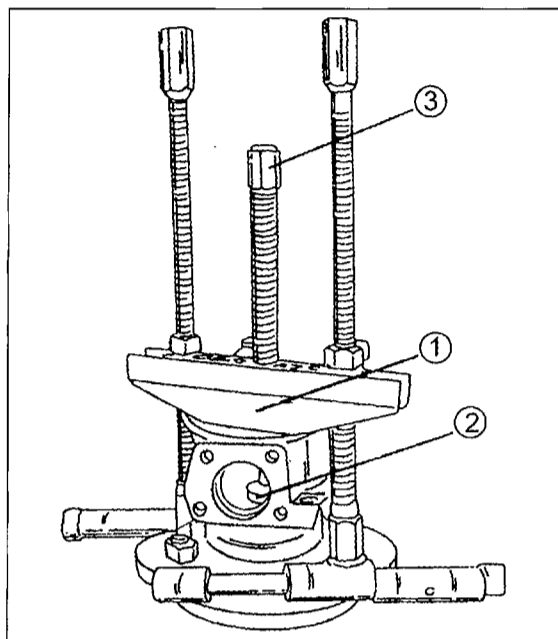

Bild 230
- Der auf der Radnabe verbleibende Lagerring sowie die Lagereinstellscheibe mit einem Abzieher herunterziehen. Die Klauen des Abziehers müssen dabei unter das Lager untergreifen. In Bild 230 ist die Benutzung eines Universalabziehers gezeigt. Gleichzeitig werden die Lagereinstellscheibe (3) der Lagerkäfig